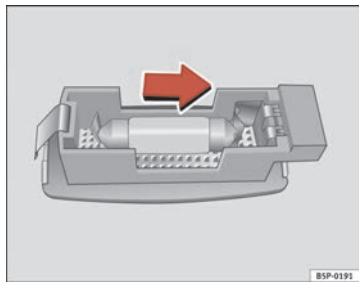

Abb. 203 Ausbau der Leuchte in der Sonnenblende
- Hebeln Sie das Lampenglas mit einem Schraubendreher vorsichtig an der Vertiefung ab, wie dies in der Abbildung gezeigt wird ⇒ Abb. 203.
⇒ Abb. 203. ■